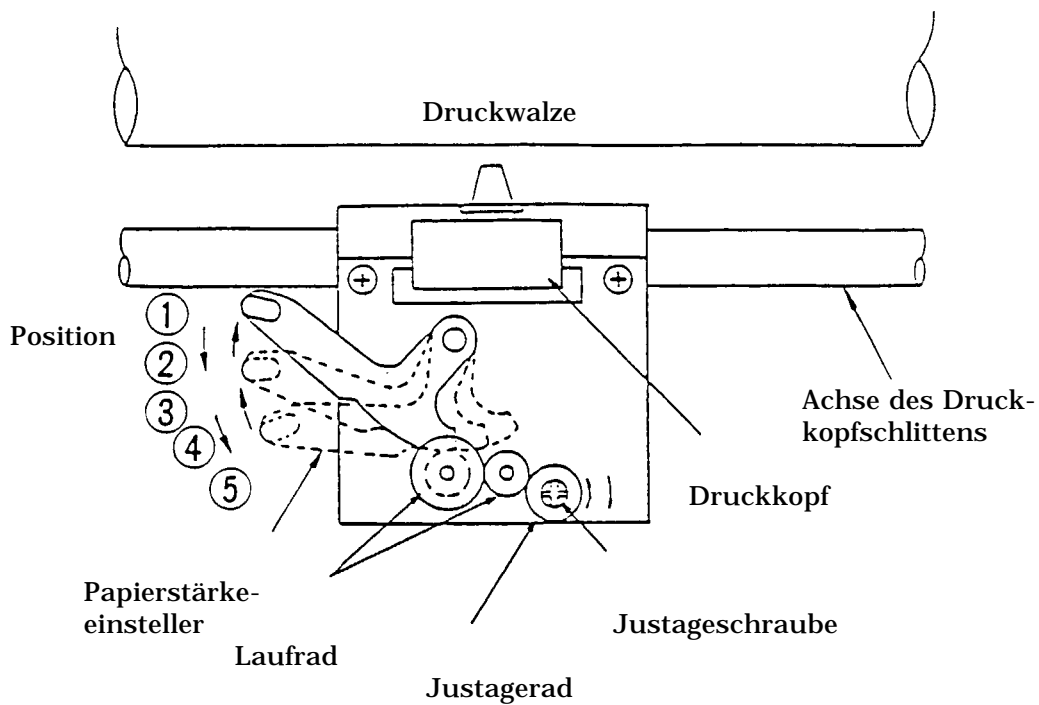

Abbildung 3.5
3.2.3 Einstellung der Papierstärke (siehe Abbildung 3.5)